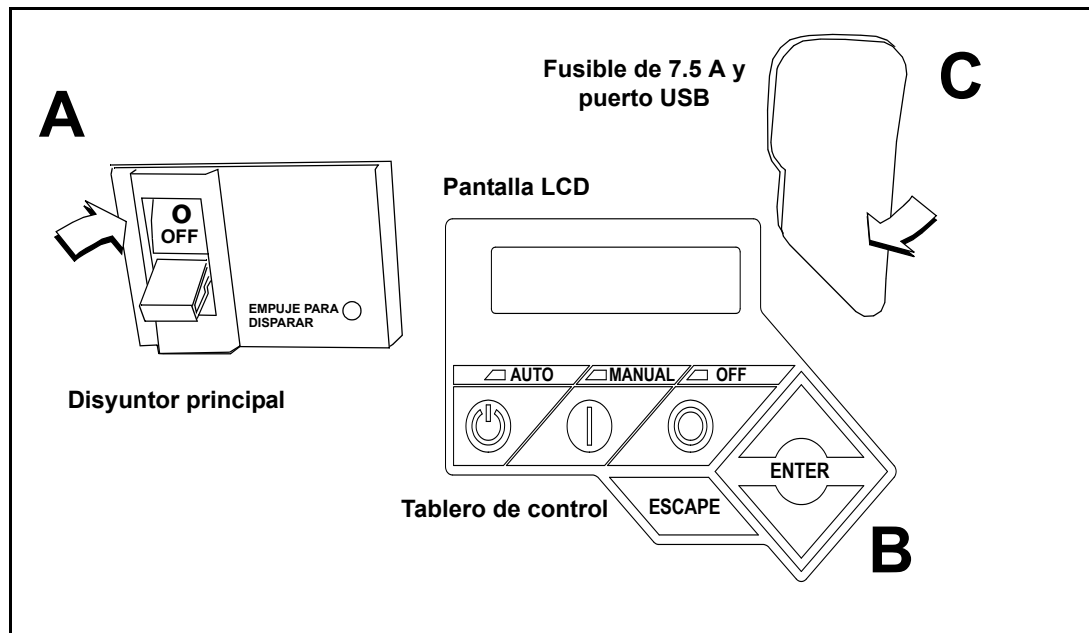

Figura 5-5. Tablero de control del generador
2. Mueva el interruptor del disyuntor principal hacia abajo a la posición OFF (Abierto). Vea A en la Figura 5-5.
3. Pulse OFF en el teclado del tablero de control. Un LED rojo se ilumina para confirmar que el sistema está en modo OFF. Vea B en la Figura 5-5.
5. Tire hacia arriba de la protección de caucho que cubre el portafusibles y retire el fusible de 7.5 A. Vea C en la Figura 5-5.